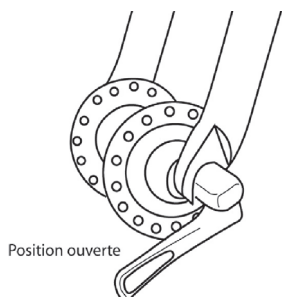

Figure 12
- Pivotez le levier d'attache rapide pour le mettre en position ouverte (réf. figure 12);
- Pivotez le levier d'attache rapide en position ouverte (réf. figure 12);
- Pivotez le levier d'attache rapide en position ouverte (réf. figure 12). Le levier doit se trouver du côté opposé au dérailleur;